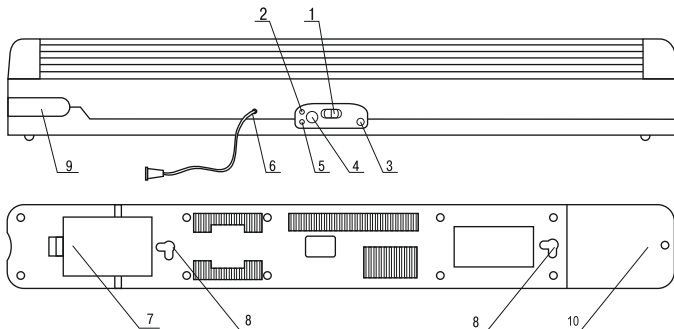

Рисунок 4
4.1.2 Светильники ЛБА 3924, ЛБА 3924А (рисунок 4)